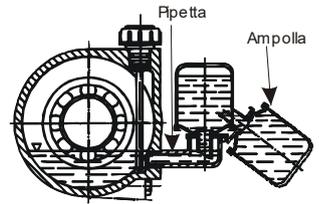

Fig. 3: Oliatore
- se il supporto è provvisto di oliatore ribaltare l'ampolla e versare olio nella pipetta fino a raggiungere il livello come indicato in *fig.3*: riempire l'ampolla e portarla in posizione verticale. Controllare che il livello nell'ampolla rimanga costante. Gli oli indicati in *tab. 1* sono validi per temperature comprese tra  $-10^{\circ}$  e  $120^{\circ}$  C.